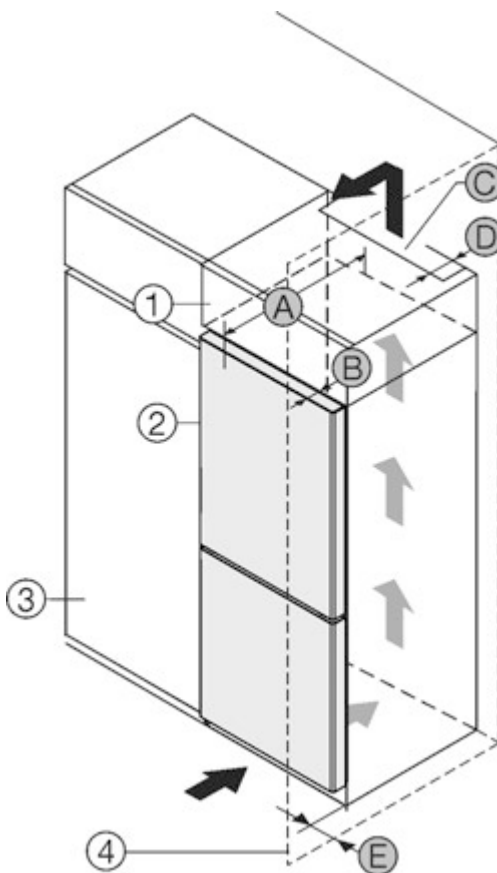

Fig. 1
Ви можете встановити пристрій безпосередньо поряд із кухонною шафою *Fig. 1 (3)*.*
Зі зворотного боку шафи для встановлення на пристрої слід передбачити вентиляційну шафу завглибшки *Fig. 1 (D)* на всю ширину цієї шафи.*
Слід дотримуватись вентиляційного отвору *Fig. 1 (C)* в стелі приміщення.*
Якщо пристрій із шарнірами встановлюється поряд зі стіною *Fig. 1 (4)*, відстань між пристроєм і стіною повинна бути не менше 13 мм.*
Якщо пристрій із шарнірами встановлюється поряд зі стіною *Fig. 1 (4)*, відстань між пристроєм і стіною повинна бути не менше 20 мм.*
Щоб мати можливість повністю відкривати дверцята, потрібно, щоб пристрій виступав на відстань глибини дверцят *Fig. 1 (B)* відносно передньої панелі кухонної шафи. Залежно від глибини кухонних шаф *Fig. 1 (3)* та використання пристінних розпірок пристрій може ще більше виступати вперед.*